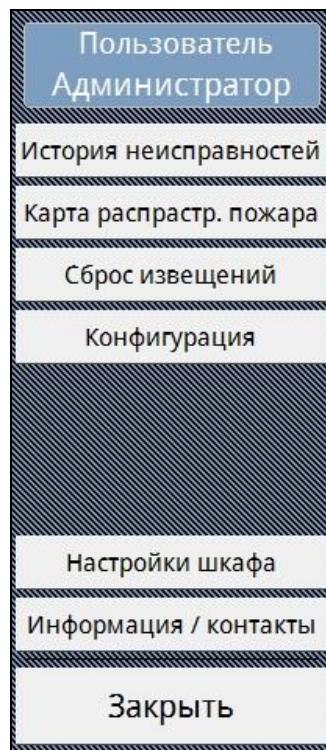

Рисунок 9.9 - «Меню»
9.7 При нажатии на кнопку «Меню» открывается меню (рисунок 9.9)